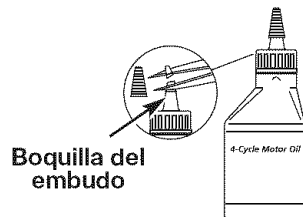

Fig. 3
Su unidad trae una botella de aceite SAE 30 SF, SG, SH de 90 ml (3,04 onzas fluidas) (Fig. 3).
1. Desenrosque la tapa de la botella de aceite y retire el sello de papel que cubre la apertura. Vuelva a colocar la tapa. Corte la punta de la boquilla del embudo (Fig. 3).